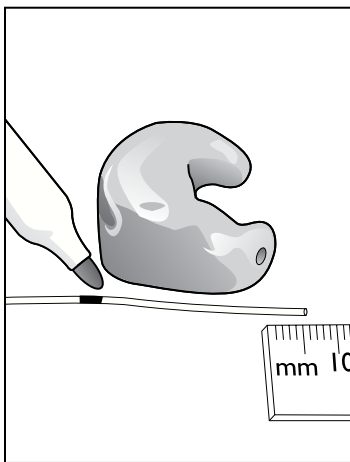

Figure 5.2.4A
1. Placez un tube sonde sur une surface plate avec l'embout auriculaire du patient (voir figure 5.2.4A). Le tube doit reposer sur le bas de la partie du canal de l'embout auriculaire, avec le tube s'étendant au moins 5 millimètres après l'ouverture du canal.